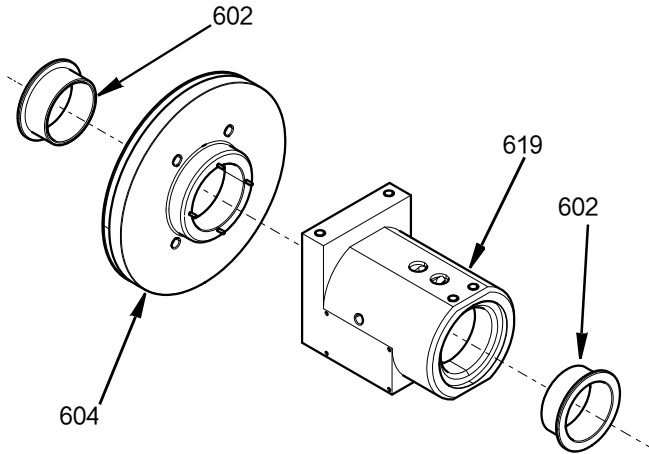

FIG. 21
1. 在将所有垫圈和 O 形圈安装到旋转外壳的内部零配件上之前，先向它们涂抹少量润滑剂。将法兰轴承 (602) 插入旋转外壳 (619) 和轴承外壳 (604) 中。参见 FIG. 21。